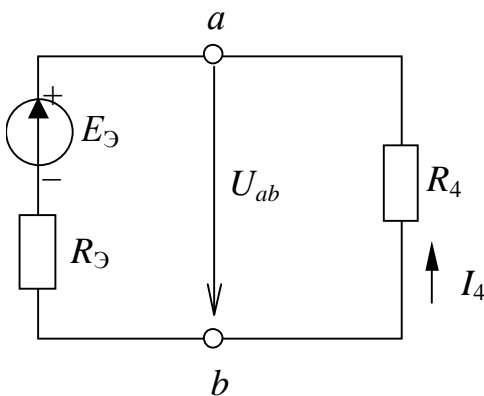

Рис. 2.9
генератора, который на эквивалентной схеме замещения (рис.2.9) соединяется последовательно с исследуемой ветвью:
3. Определение тока в исследуемой ветви (рис. 2.9)